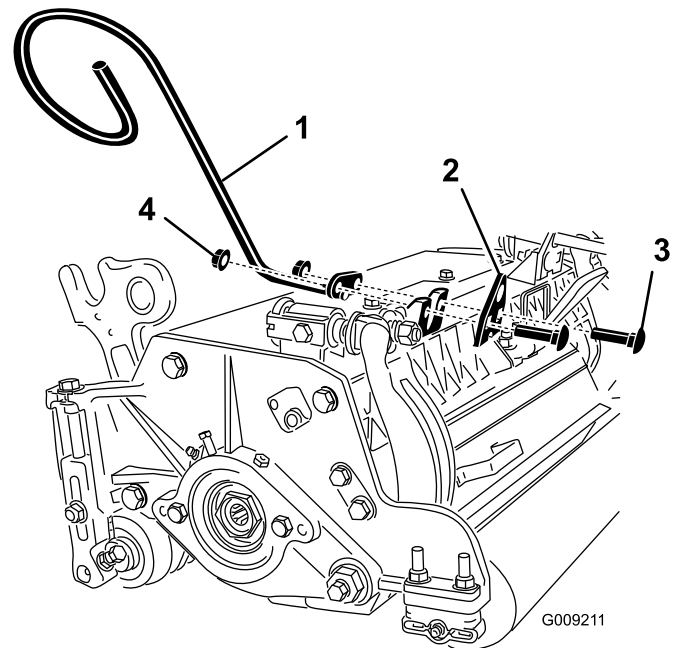

**Figure 6**
C. Montez la vis du tube de ressort sur la patte opposée du bâti porteur et fixez-la en position avec l'écrou à embase. La tête de la vis doit être à l'extérieur de la patte, comme illustré à la Figure 6.
D. Montez le support de tige sur les pattes du plateau de coupe à l'aide des boulons de carrossier et des écrous (Figure 6). De plus, sur le plateau de coupe N° 4, montez le guide de flexible gauche devant les pattes du plateau quand vous remontez le support de tige (Figure 7).